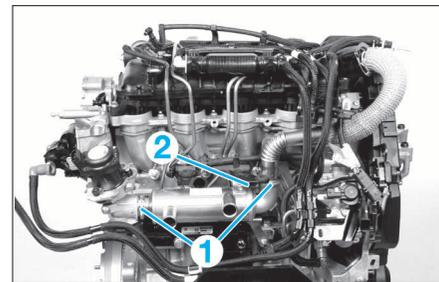
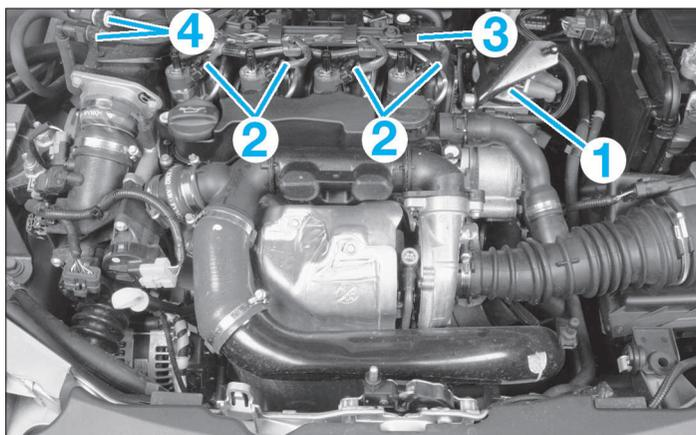

FIG. 33
FIG. 32
- les canalisations d'alimentation et de retour (4) (Fig.32).
- le filtre à carburant (1) et son support.
- le faisceau d'alimentation des injecteurs (2).
- la rampe de support du faisceau (3).
- les colliers (1) (Fig.33).